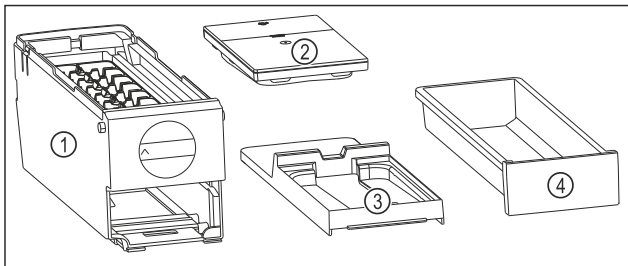

Fig. 85 Beståndsdelar i EasyTwist-Ice
- ▷ EasyTwist-Ice är delad i fyra delar. (se Fig. 85)
- Ta endast isär EasyTwist-Ice i de avbildade beståndsdelarna. (se Fig. 85)
- Rengör EasyTwist-Ice-enheten Fig. 85 (1) i sin helhet.